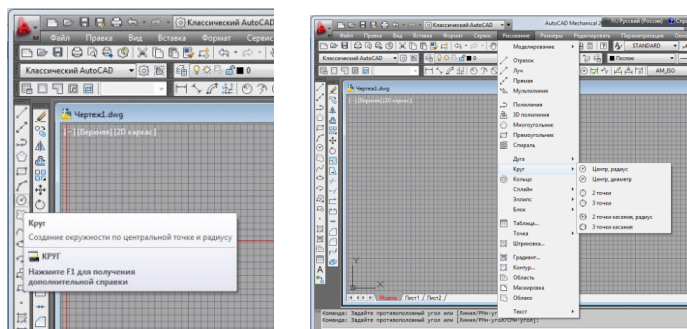

Рисунок 5.11 - Команда «Круг»
- из строки меню «Рисование» – «Круг» (рисунок 5.11).